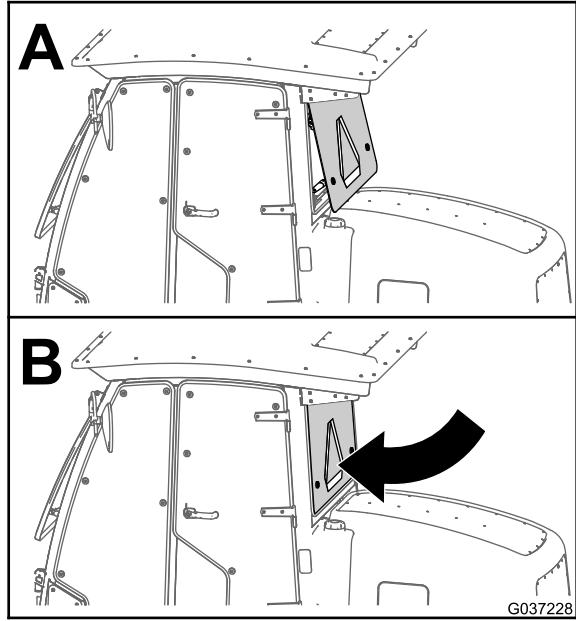

Figura 72
1. Cierre la ventanilla trasera de la cabina (Figura 72).